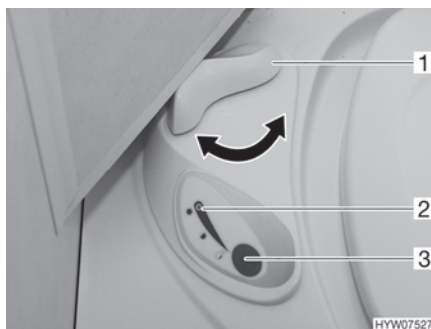

Bild 160 Reglage Thetford-toalett
- Öppna spjället på Thetford-toaletten före spolning. Därtill vrids spjällspaken (Bild 160,1) moturs.
- För att spola, tryck på den blå spolknappen (Bild 160,3).
- Efter spolning stängs spjället. Därtill vrids spjällspaken (Bild 160,1) medurs.
Kontrolllampan (Bild 160,2) lyser när Thetford-kassetten måste tömmas.